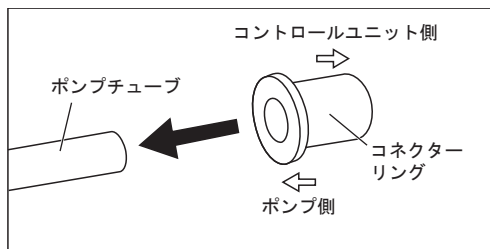

図37
- 6) 新しいポンプ (別売品) のチューブに、コネクターリングを取り付けてください。その際、リングの向きに注意してください。(図 37)